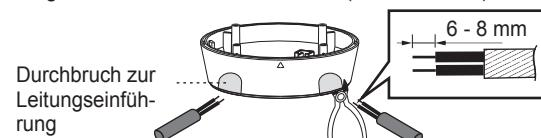

ABB. 18
3.3.4.2 Um die Stromkabel seitlich durch die Aufputz-Abzweigdose einzuführen, brechen Sie mit einer Schneidezange die seitlichen Durchbrüche zur Leitungseinführung aus und führen die Kabel in die Abzweigdose hinein und ziehen sie durch. Isolieren Sie für die Verdrahtung 6 - 8 mm des Kabelmantels ab (siehe ABB. 18).